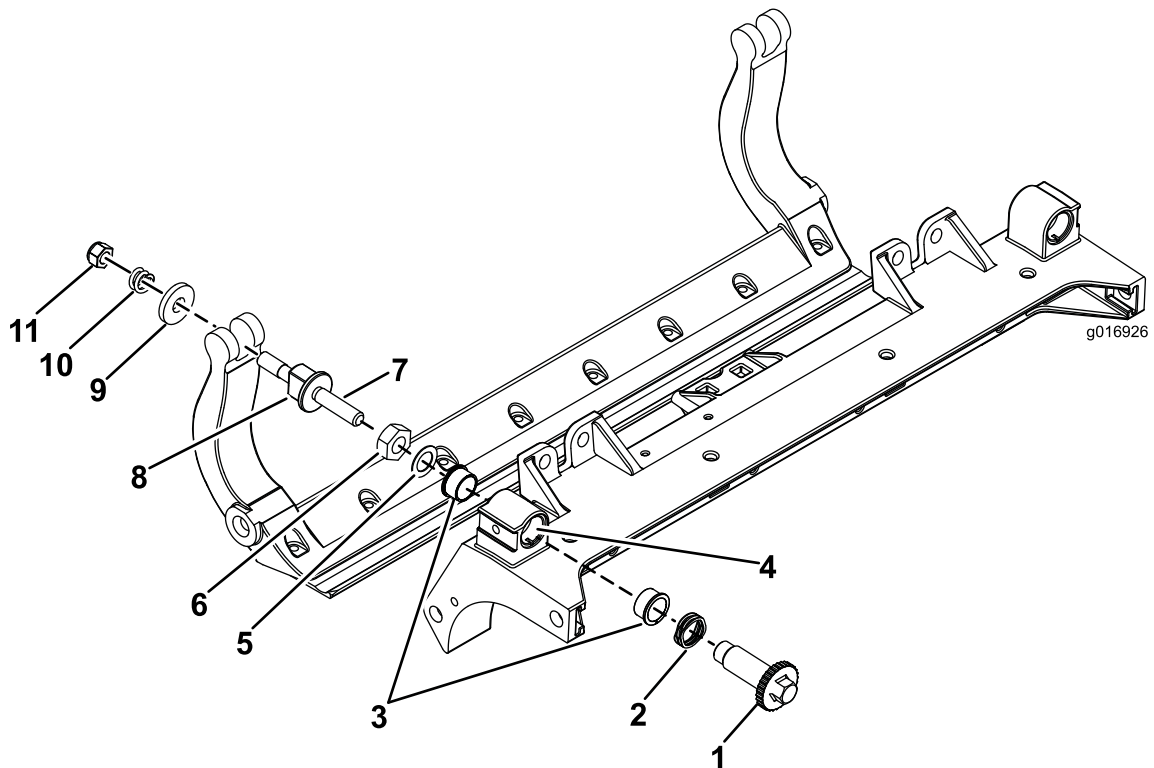

Figura 34
1. Retire todas as peças (consulte as *Instruções de instalação* do Kit DPA HD e a Figura 34).
2. Aplique composto anti-gripagem no interior da área dos casquilhos na estrutura central da unidade de corte (Figura 34).
3. Alinhe as chaves nos casquilhos das flanges com as ranhuras na estrutura e instale os casquilhos (Figura 34).
4. Instale uma anilha ondulada no veio do ajustador e deslize o veio para os casquilhos da flange na estrutura da unidade de corte (Figura 34).
5. Prenda o veio ajustador com uma anilha plana e porca de bloqueio (Figura 34).
12. Coloque uma arruela de aço no exterior de cada uma das arruelas de nylon (Figura 34).
Nota: As anilhas podem ter uma folga interna (Figura 34).
15. Aperte a porca em cada conjunto de ajustador da barra de apoio até que a mola de compressão esteja totalmente comprimida e, em seguida, desaperte a porca ½ volta (Figura 34).